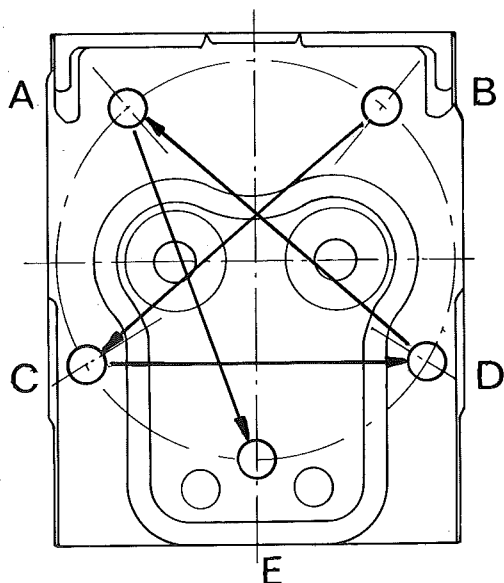

Fig. 9 - Schéma pour le serrage des écrous des culasses.
- Serrer progressivement les écrous sur la culasse, en suivant toujours l'ordre indiqué fig. 9 jusqu'à atteindre un couple de serrage de: